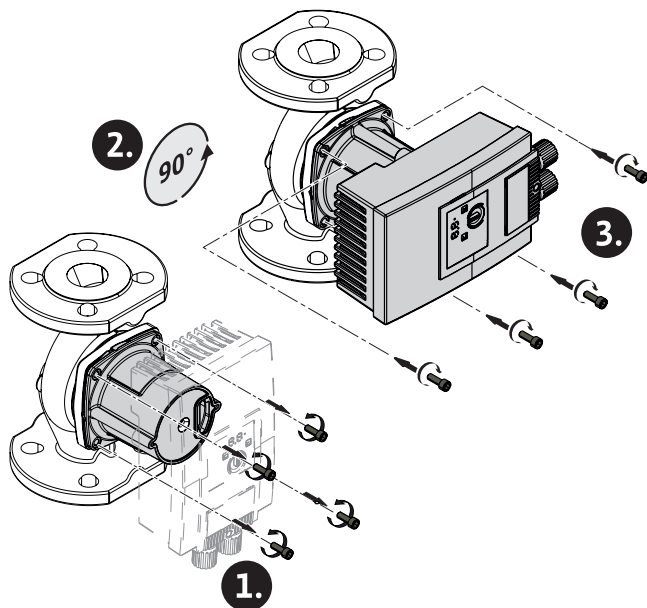

Fig. 5: Motor ausrichten
2. Motorkopf lösen und vorsichtig drehen → Fig. 5.